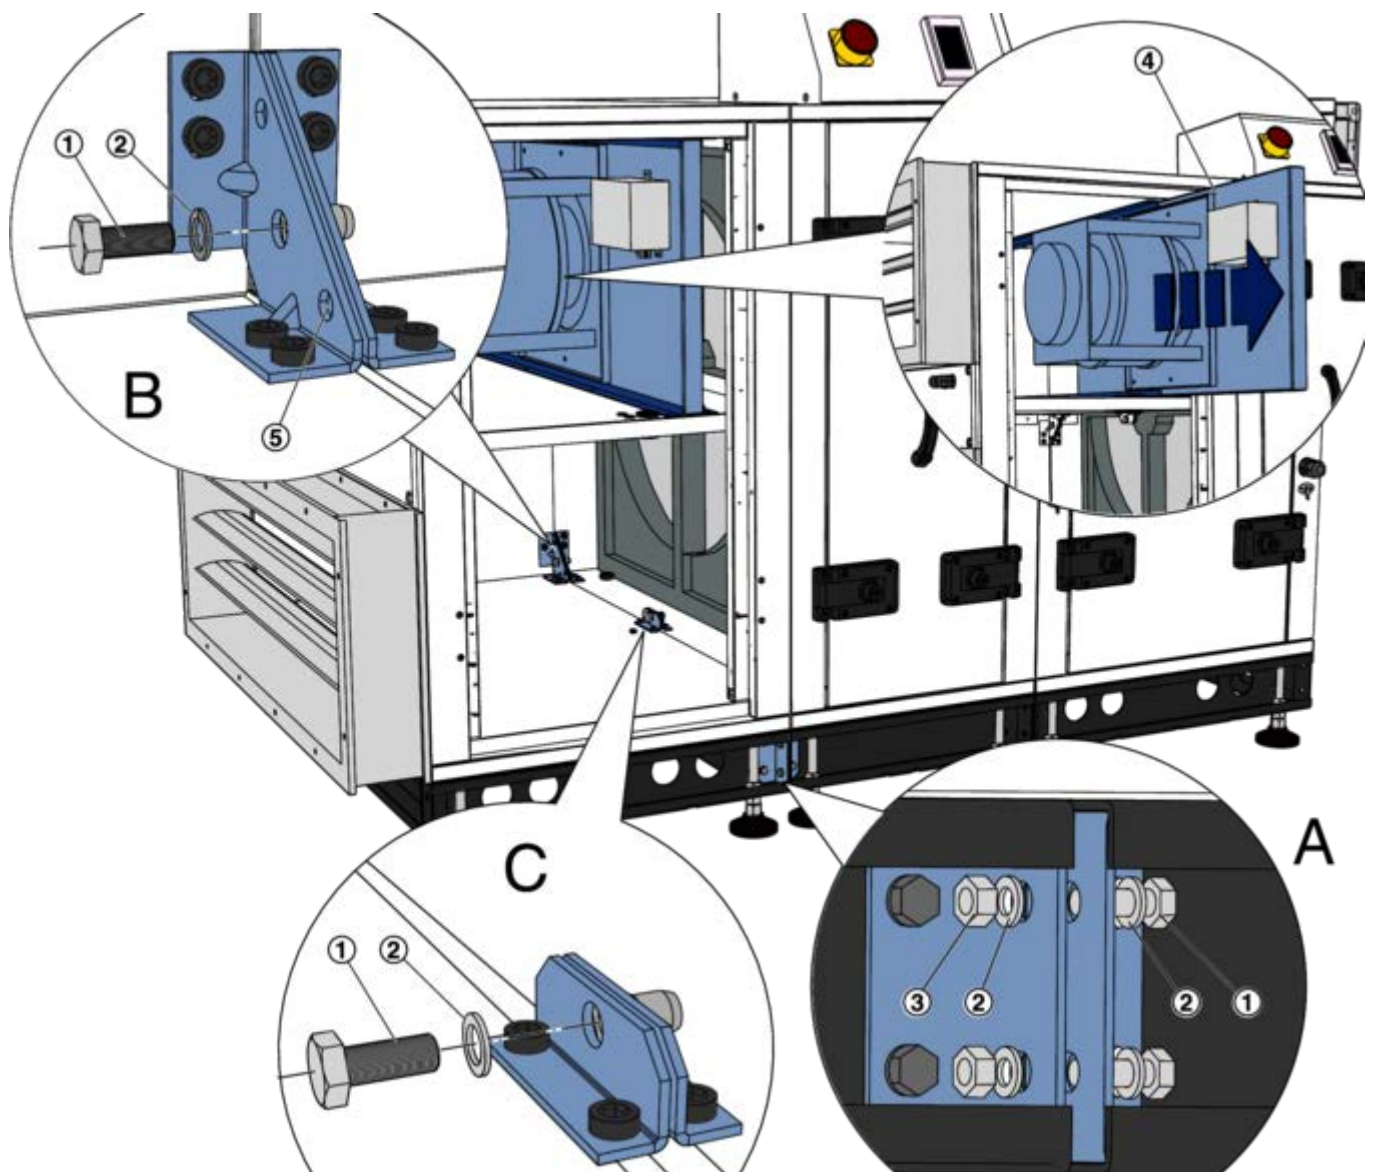

Fig. 15: Conexión de las unidades de carcasa AHU
Si el equipo completo es demasiado grande para transportarlo al lugar de instalación, éste podrá desmontarse por los correspondientes puntos de separación. Los puntos de separación pueden verse en las uniones atornilladas de los bastidores base (Fig. 15 /A). El desmontaje de la UTA en componentes individuales se realiza en orden inverso a la descripción de montaje ↪ Capítulo 4.4.2 «Montaje de módulos» en la página 25.
- Caras extremas de los bastidores de base (Fig. 15 /A)
- Placas de refuerzo, en cada esquina (Fig. 15 /B)
- Soporte (Fig. 15 /C)
Tamaños R015 - Para acceder a los puntos de conexión, extraiga completamente la placa de montaje del ventilador (Fig. 15 /4).